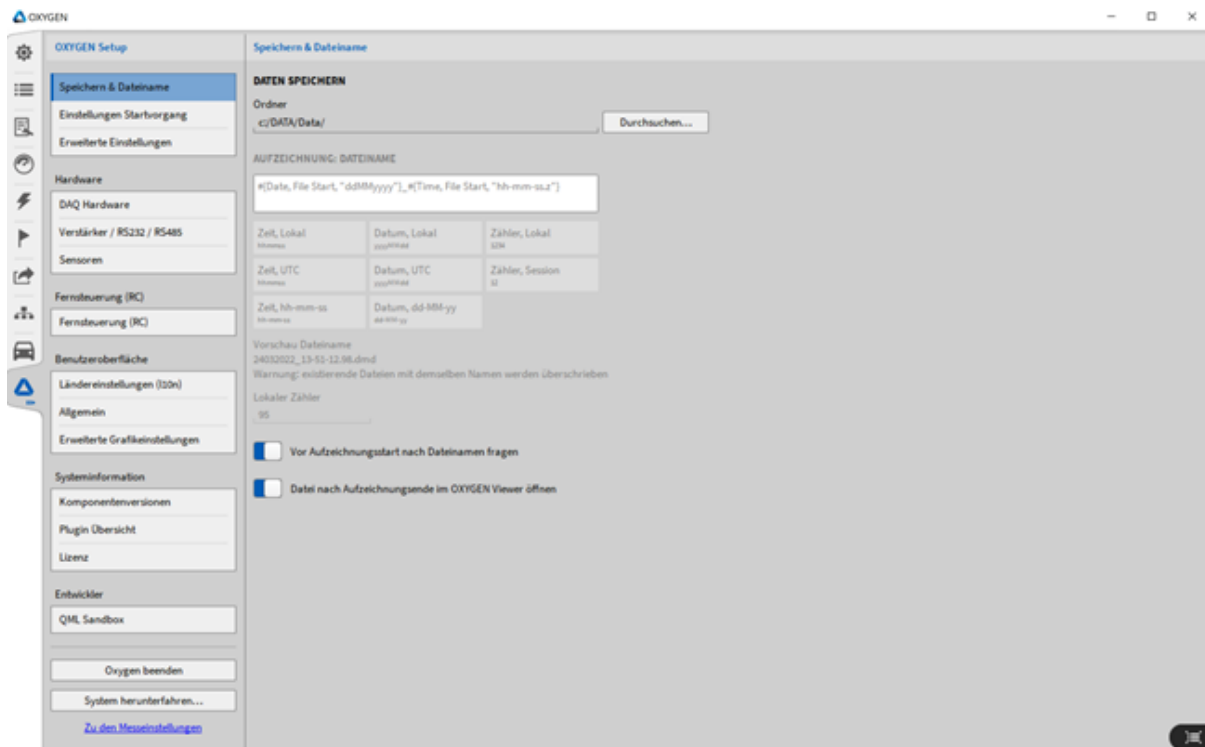

Abb. 6.1: Speichern und Dateiname – Übersicht
- *Aufzeichnung: Dateiname* (siehe Abb. 6.1): Das Dateibenennungsschema kann verwendet werden, um einen individuellen Namen zu generieren. Verschiedene Bausteine sind verfügbar, zudem kann Text eingegeben werden. Die vier Bausteine sind:
- Zähler, Lokal: dieser Zähler ist beständig, sprich wird auch weiter hochgezählt, wenn OXYGEN beendet und wieder gestartet oder das System herunter- und wieder hochgefahren wird. Der Zähler kann zurückgesetzt werden, indem eine gewünschte Nummer (z.B. 0) in das Feld für den lokalen Zähler eingegeben wird (siehe Abb. 6.1).